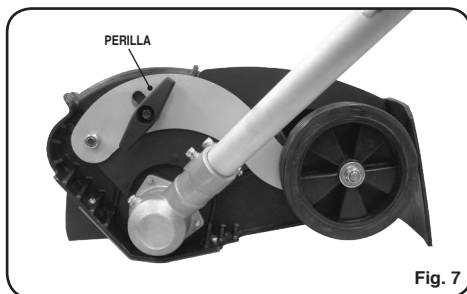

Fig. 7
- Afloje la perilla y gire el conjunto de ruedas hacia arriba o hacia abajo para regular la profundidad de corte de la hoja. Vuelva a ajustar la perilla antes de manejar la unidad. (Consulte la fig. 7)